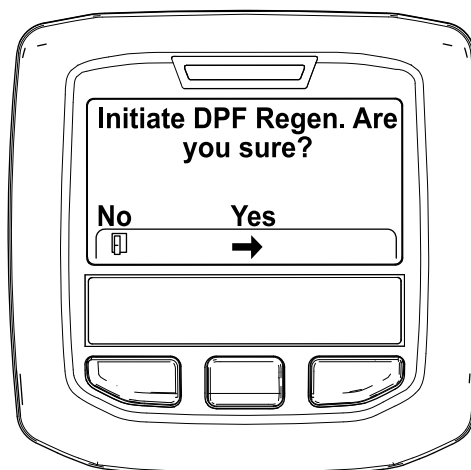

Bild 31
4. Wenn die Meldung „Initiate DPF Regen. Are you sure?“ Angezeigt wird, drücken Sie die mittlere Taste (Bild 31).